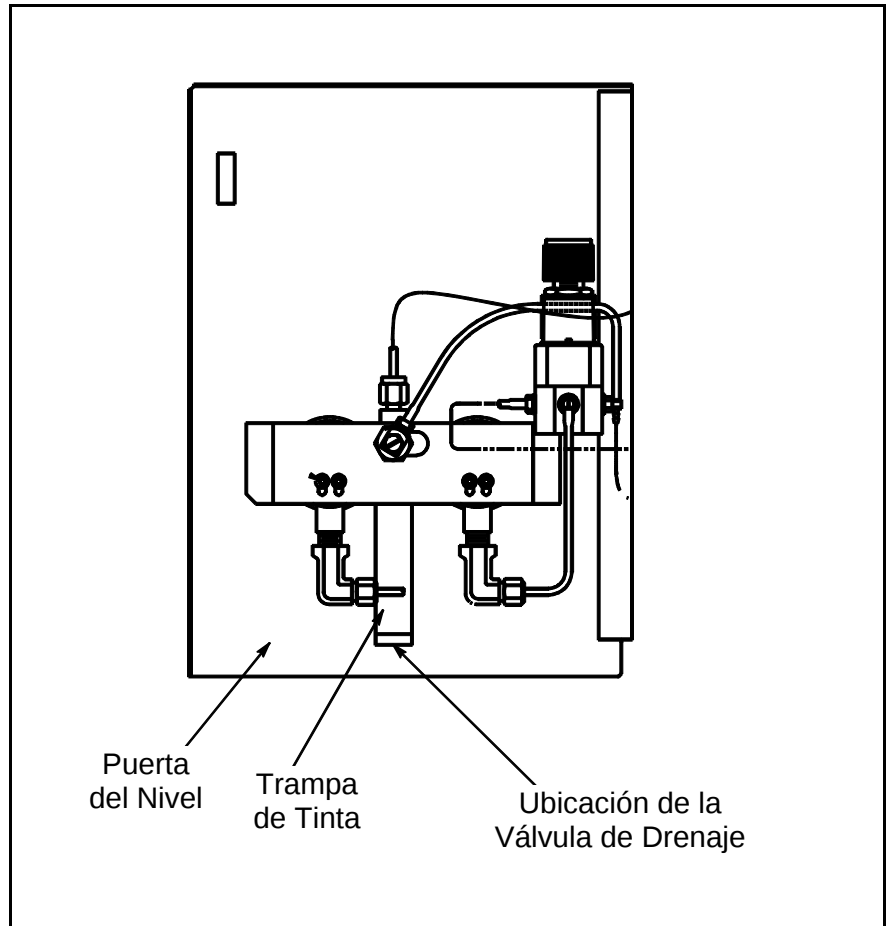

Figura 6-3. Trampa de Tinta
1. Abra la puerta del nivel y localice la trampa de tinta situada en la parte trasera del depósito de los fluidos (Vea la Figura 6-3)